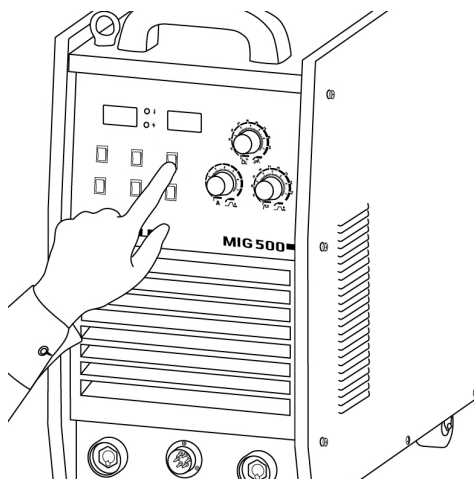

Рис. 8.21. Выбор режима работы горелкой.
5. Выберите режим работы горелкой. (См. рис. 8.21). Режим выбирается в зависимости от длины сварочного шва.